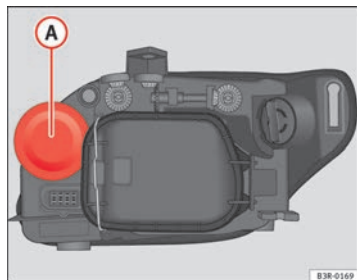

Fig. 208 Abbaglianti
- Rimuovere la copertura di gomma (A) ⇒ fig. 208 tirandola.